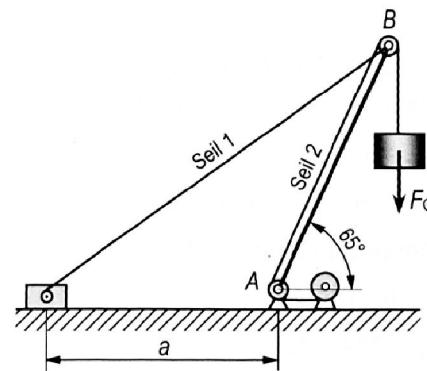

Bild 3.20: Ladebaum
- Ein im Punkt A gelenkig gelagerter Ladebaum (**Bild 3.20**, $AB = 8 \text{ m}$) wird durch eine Seilwinde in der gezeichneten Lage gehalten und durch die Gewichtskraft $F_G = 4 \text{ kN}$ beansprucht. In welchem Mindestabstand a vom Punkt A muss die Winde aufgestellt werden, damit die Seilkraft F_{s1} im Seil 1 nicht größer als $3,5 \text{ kN}$ ist?